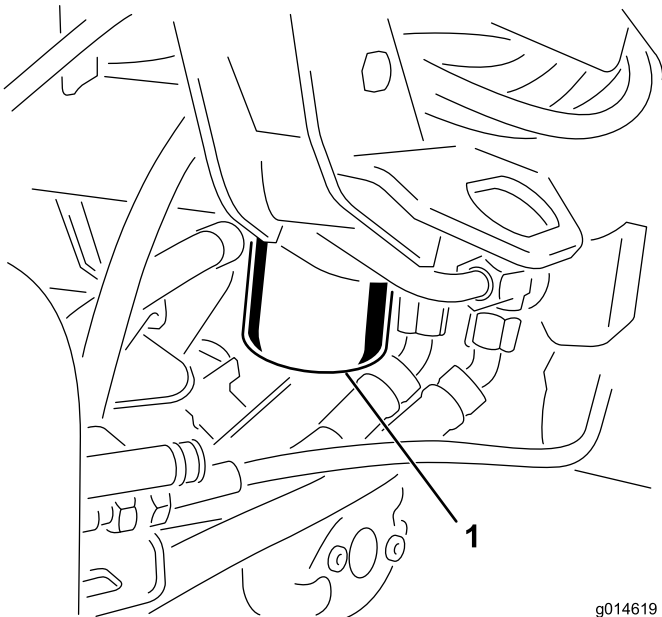

Bild 58
1. Reinigen Sie den Anbaubereich des Filters (Bild 58). Stellen Sie ein Auffanggefäß unter den Filter und entfernen den Filter.